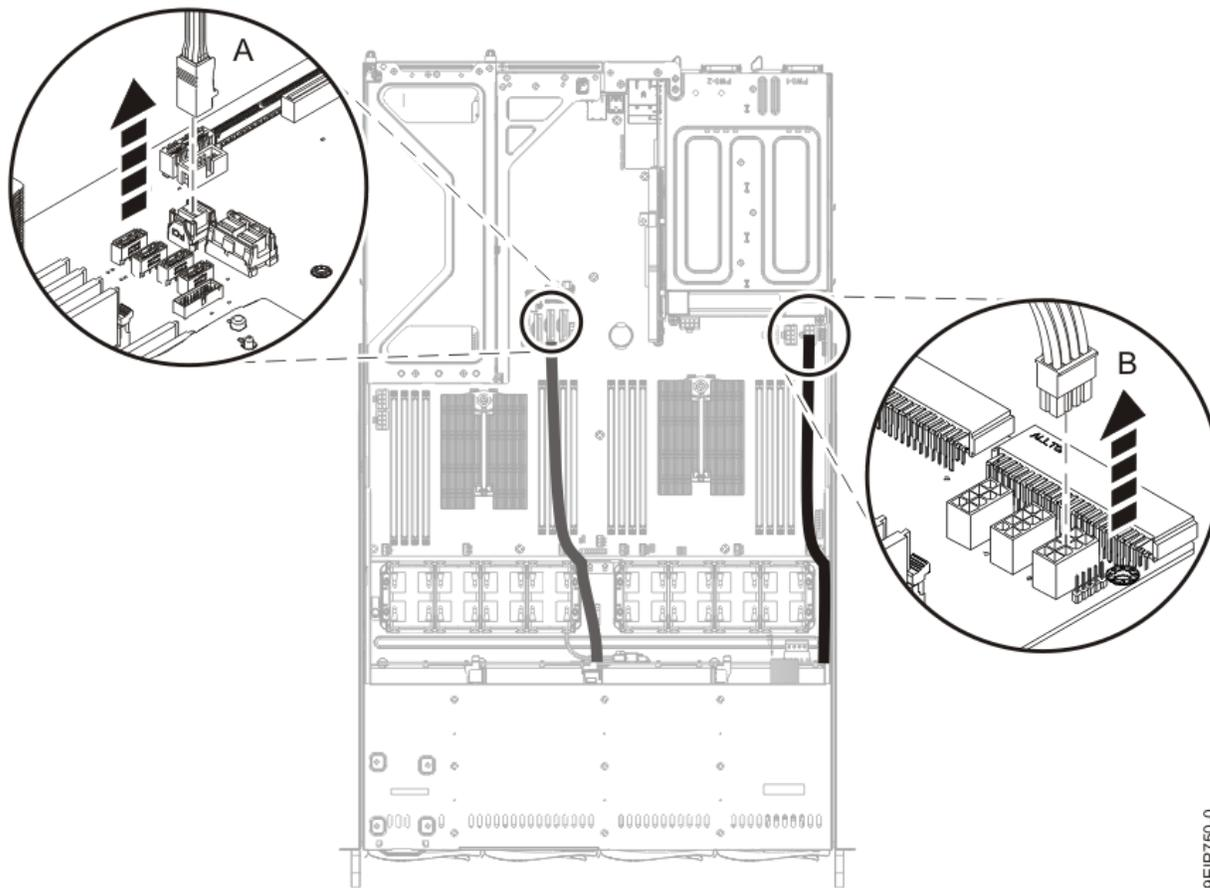

Figure 5. Déconnexion des cordons d'interface et du câble d'alimentation de l'unité
2. Étiquetez et retirez les cordons d'interface de l'unité **(A)**, le câble de la console opérateur **(B)** et le câble d'alimentation de l'unité **(C)** du fond de panier système, comme indiqué dans la Figure 5, à la page 9.